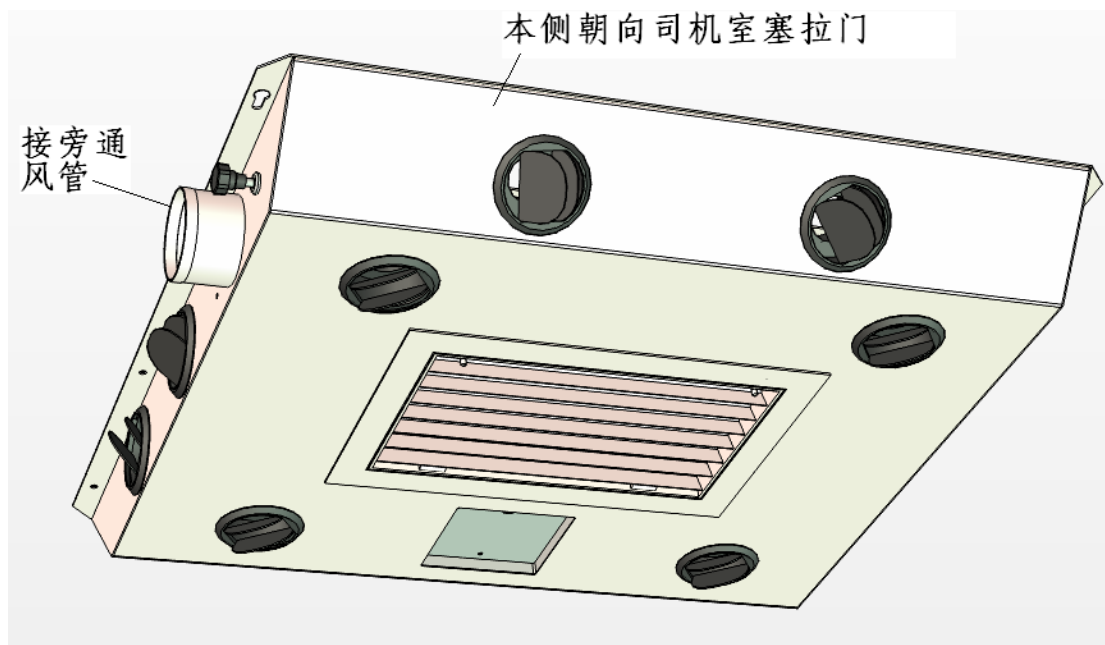

图 9 安装后的效果图
- (4) 内外机连线完毕后，可以直接安装完毕所有吊顶螺钉。数量为 8 个 M6×25。安装后的效果（如图 9）。